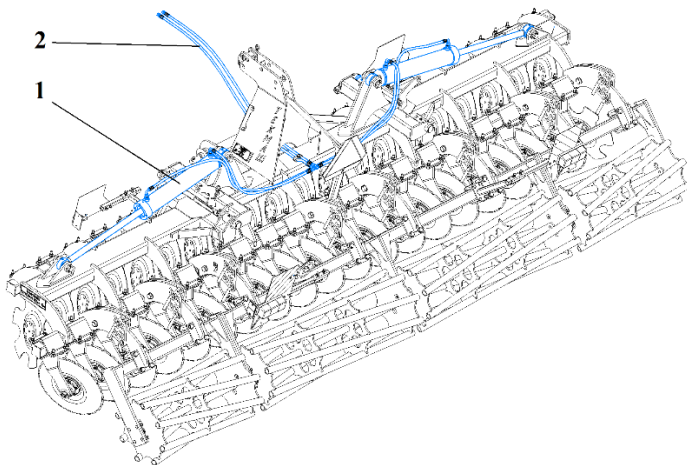

Рисунок 5 – Гидросистема АДЛ-5/-6
3.9 Гидросистема (рисунок 5,6) предназначена для перевода агрегата из транспортного положения в рабочее и обратно. Гидросистема состоит из гидроцилиндров крыльев 1, рукавов высокого давления 2.